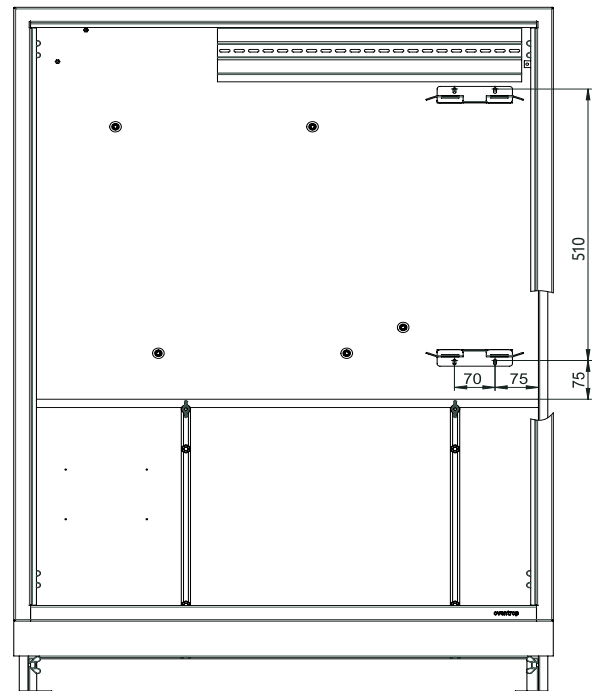
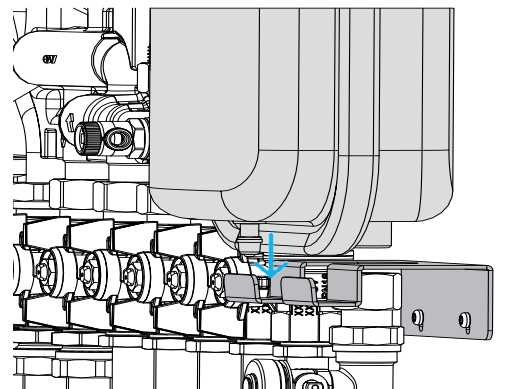

Abb. 11: Position Bohrlöcher Einbauschränk
Abb. 12: Bereich Einbauposition untere Halterung Membranausdehnungsgefäß im Einbauschränk
- 9** Schrauben Sie die untere Halterung (siehe Abb. 1 auf Seite 5 (12)) für das Membranausdehnungsgefäß in den Einbauschränk. Positionieren Sie die untere Halterung in dem markierten Bereich in Abb. 12. Nutzen Sie dazu die beiliegenden selbstschneidenden Schrauben. Sind die Bohrlöcher im Einbauschränk noch nicht vorhanden, bohren Sie mit einem 1,2mm Bohrer. Abb. 11 zeigt Ihnen die Positionen der Bohrlöcher im Einbauschränk.